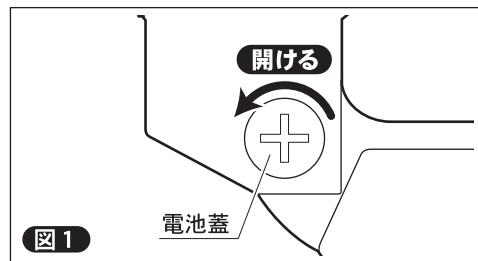

図1
- ①本体裏面の電池蓋を、コインなどで回して開けます。図1
②電池を必ず(+)側を表にしてセットしてください。
③電池蓋を元通りに装着してください。